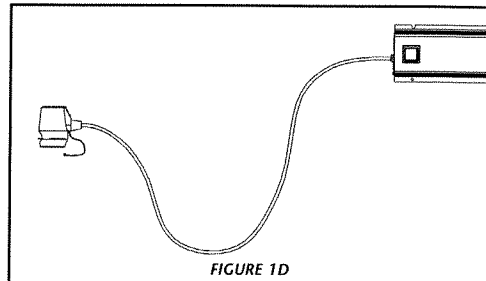
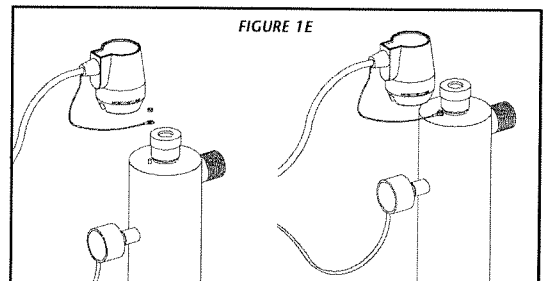

FIGURE 1D
FIGURE 1E
4. Fixer le contrôleur Platinum ICE horizontalement sur le mur, à proximité du réacteur. Idéalement, placer le contrôleur au-dessus du réacteur et à distance de toute connexion dans la canalisation d'eau, pour éviter que le contrôleur puisse être arrosé ou mouillé par une éventuelle fuite d'eau au niveau d'une connexion. De même, former une demi boucle sur le câble d'alimentation électrique et les câbles du capteur et de la lampe (Figure 1D), ce qui empêchera de l'eau qui s'écoulerait le long d'un câble de s'introduire dans un accessoire électrique ou dans le contrôleur. Fixer le conducteur vert sur la vis de liaison à la terre du réacteur; bien serrer avec l'écrou fourni (figure 1E).